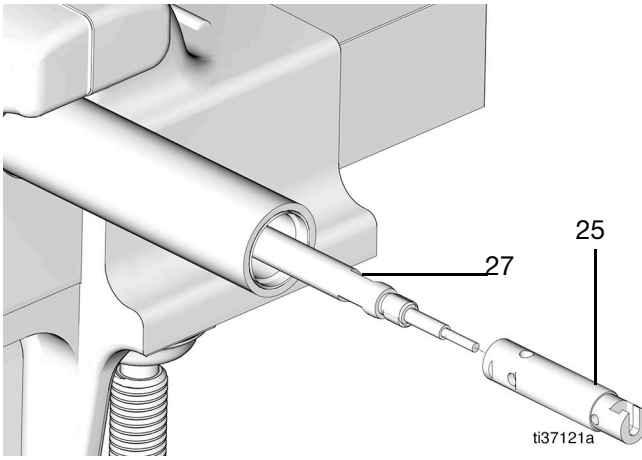
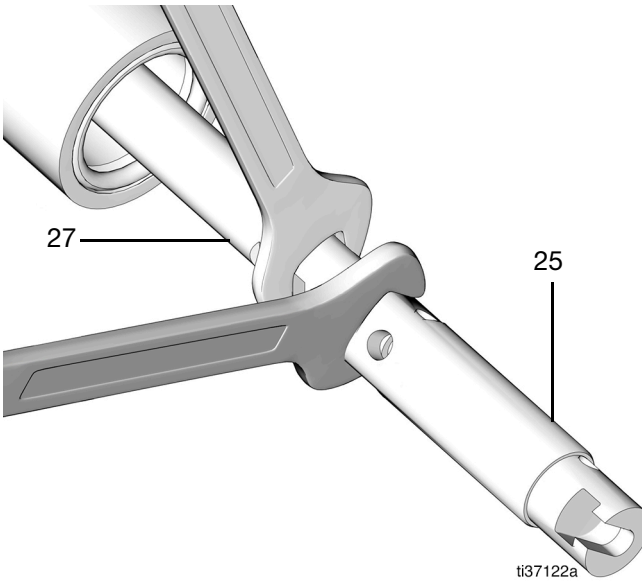

图 57
图 58
- 在泵杆 (27) 的螺纹上涂上中等强度的螺纹锁固剂。
12. 将泵活塞 (25) 放在泵杆 (27) 的末端, 并用扳手拧紧 (直至力矩达到 10 英尺-磅/13.6 N•m) (图 57 和图 58)。